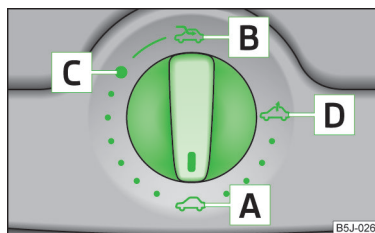

Fig. 21
El techo corredizo/elevable se maneja con el conmutador giratorio » fig. 21 de la página 44 y sólo funciona estando conectado el encendido. El conmutador giratorio tiene varias posiciones.
Si se desembornó y se volvió a embornar la batería del vehículo, puede ocurrir que el techo corredizo/elevable no cierre del todo. Por ello, se deberá colocar el conmutador giratorio en la posición A » fig. 21 de la página 44 y presionar hacia delante durante unos 10 segundos.
» Gire el conmutador a la posición C » fig. 21.
» Gire el conmutador a la posición B » fig. 21 y manténgalo en esa posición (posición con resorte).
» Gire el conmutador a la posición D » fig. 21.
» Gire el conmutador a la posición A » fig. 21.
El techo corredizo/elevable está equipado con un limitador de fuerza. Si un obstáculo (p. ej., hielo) impide el cierre, el techo corredizo/elevable se parará y se abrirá completamente. Se puede cerrar por completo el techo corredizo/elevable sin limitación de fuerza pulsando el interruptor en la posición A » fig. 21 delantera hasta que el techo corredizo/elevable esté completamente cerrado » Página 44, ! en sección *Introducción al tema*.
■ Tras cada accionamiento de emergencia (con la llave allen) se debe colocar el techo corredizo/elevable en la posición básica. Por ello, se deberá colocar el conmutador giratorio en la posición **A** ➤ fig. 21 de la página 44 y presionar hacia delante durante unos 10 segundos.